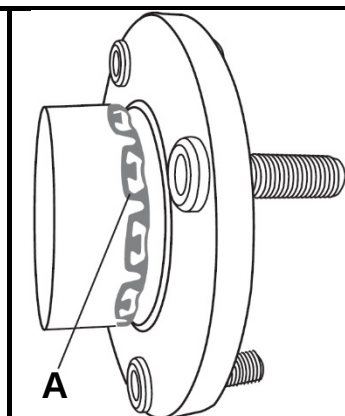

Fig.4
- Um die neue Radlager-/Nabeneinheit zu montieren, halten Sie die Spindelmutter (4) mit einem 30mm Schraubenschlüssel fest, während Sie die Spindel (8) mit einem 22mm Steckschlüssel und einem langen Ratschengriff drehen. (Verwenden Sie keine Druckluftwerkzeuge)
- Spindel (8) drehen, bis Radlager-/Nabeneinheit vollständig in Position ist. Stellen Sie bei der Montage sicher, dass die Zapfen (A) des Sicherungsrings (Abb.4) richtig in der Sicherungsnut sitzen.
- To push in the new bearing/flange, hold the spindle nut (4) steady with a 30mm spanner while turning the spindle (8) with a 22mm socket on a breaker-bar or long ratchet handle. (Do not use air tools.)
- Turn spindle (8) until bearing/flange is fully home. If fitted, ensure that the tangs (A) of the barbed retaining ring (Fig.4) are correctly seated in the retaining groove.
- Pour assembler la nouvelle unité de roulement, retenez l'écrou de vis de traction (4) au moyen d'une clé à molette 30 mm, tout en tournant la broche (8) au moyen d'une clé à douille 22 mm, et d'un manche à cliquet. (N'utilisez pas d'outils pneumatiques)
- Tournez la broche (8), jusqu'à ce que l'unité de roulement soit correctement positionnée. Assurez-vous, lors du montage, que le tenon (A) de la bague de sécurité (fig. 4) s'engage correctement dans la rainure de sécurité.